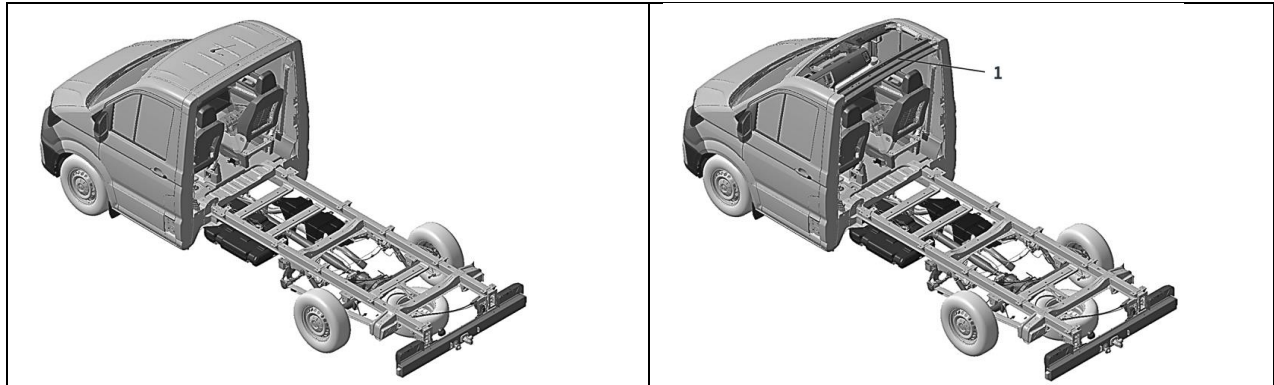

Abb. 1: Windlauf (Variante mit und ohne Fahrerhausdach)
Beim Windlauf (PR-Nr. K4N) auf Basis des Fahrgestells mit Einzelkabine entfallen ab Werk die Fahrerhausrückwand oder Rückwand und das Fahrerhausdach. Zur Aussteifung des Fahrerhauses zum Transport ist bei der Variante ohne Dach über den B-Säulen ein Hilfs-Dachspriegel (1) eingesetzt (siehe Abb. 1 Windlauf).